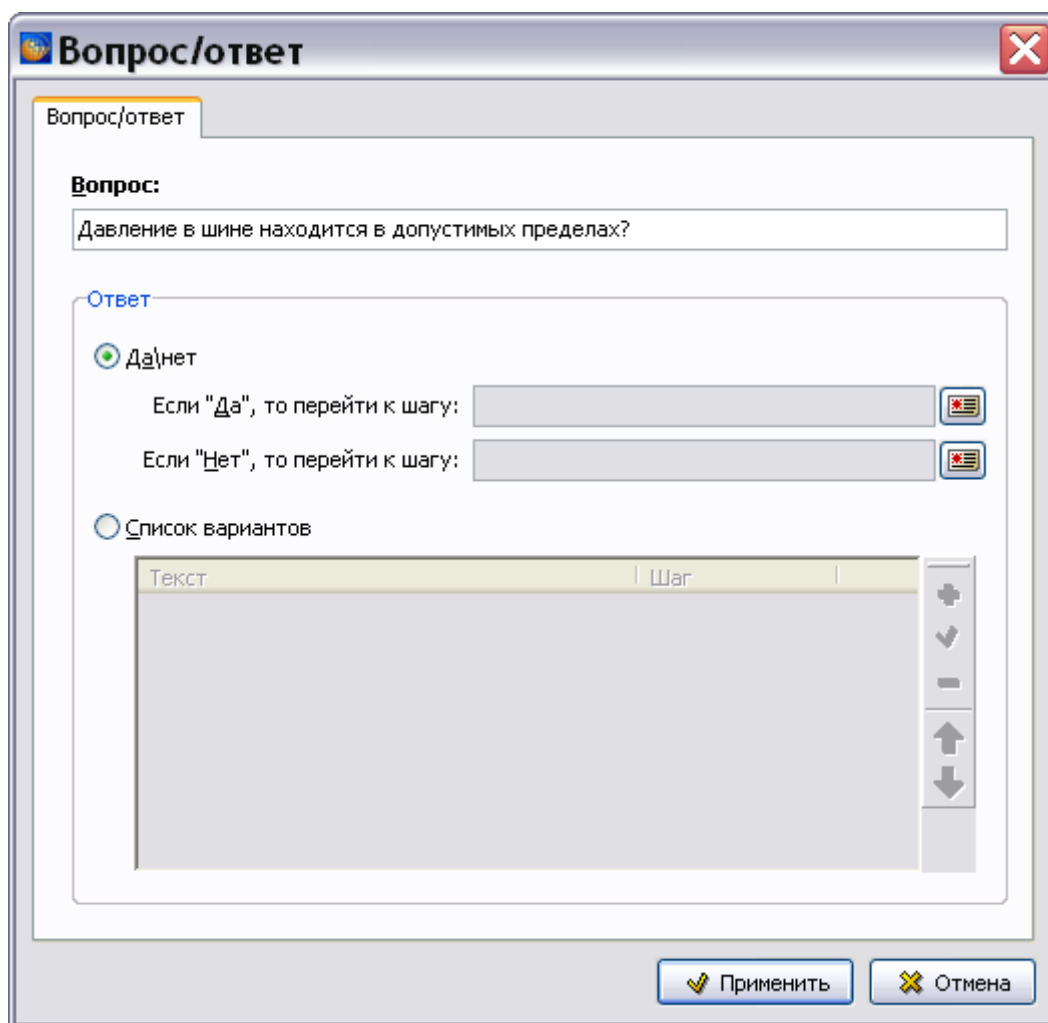

Рис. 8.31
18. Включите радиокнопку **Да\нет** (если она не была включена). При этом станут доступными поля для установки ссылки на шаг, к которому надо перейти при выборе соответствующего ответа (Рис. 8.31).